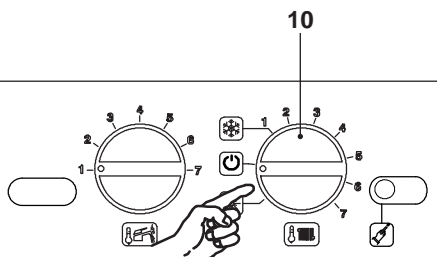

Figura 9.23
- Per uscire dalla programmazione posizionare il selettore 10 come indicato in Figura 9.23.